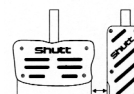

Fig. 3
- 5- Mantenha uma distância entre os pedais. Teste as pedaleiras antes de conduzir o veículo, a fim de verificar a fixação (fig.3).